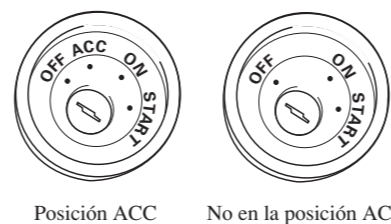

Fig. 1
- Si se instala esta unidad en un vehículo que no tiene una posición ACC (accesorio) en el interruptor de encendido, el conductor rojo de la unidad deberá conectarse al terminal conectado con las operaciones del interruptor de encendido ON/OFF. Si no se hace esto, la batería del vehículo podría drenarse cuando usted esté lejos del vehículo por varias horas. (Fig. 1)